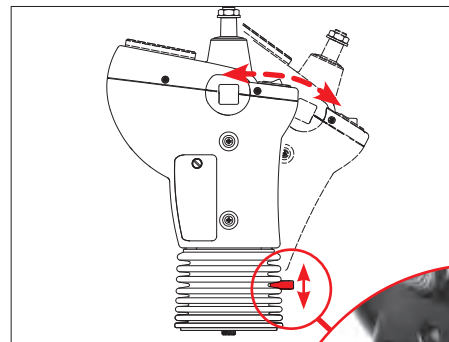

Fig. 17
1. Aktiver indstillingsarmen (Fig. 17).